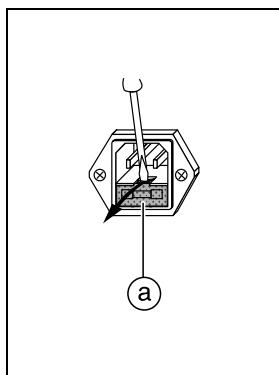

Fig. 2.1
Enlever la cartouche-fusible ④ avec le support pour fusible primaire ⑤ et fusible de réserve ⑥ (fig. 2.1).
Palanquear la pieza ④ con montura para fusible primario ⑤ y fusible de reserva ⑥ (véase la Fig. 2.1).